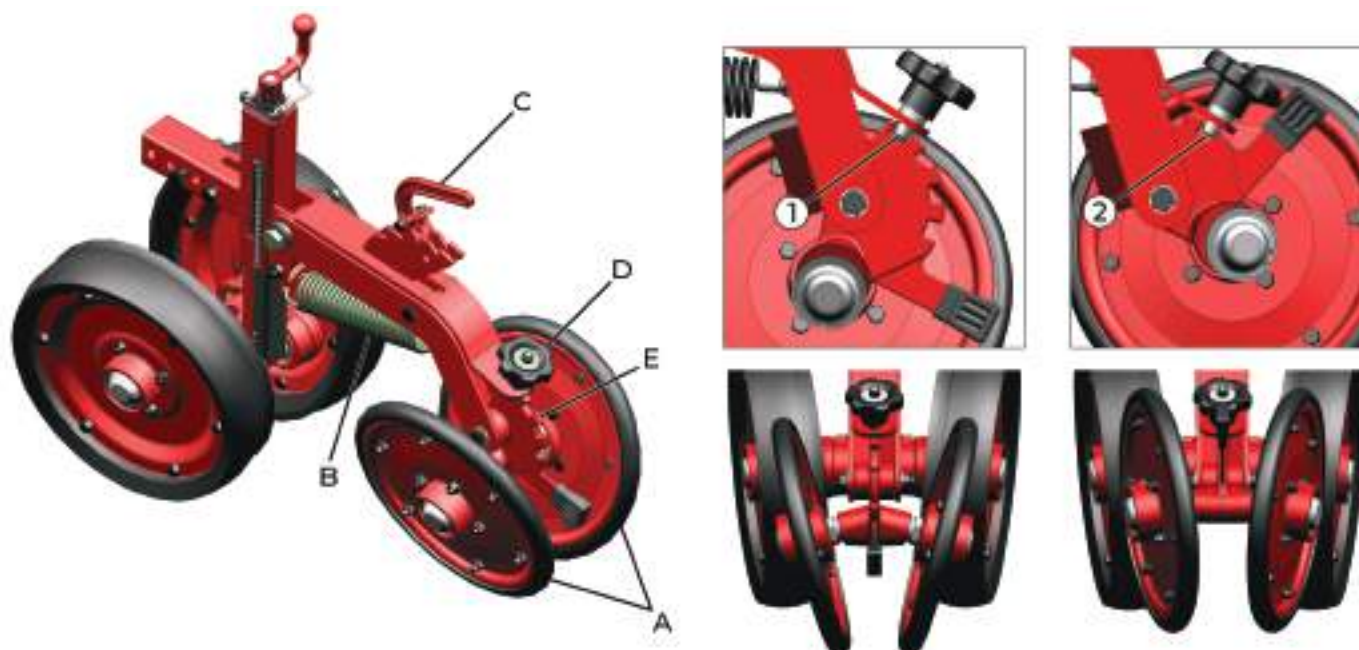

fig. 131
As bandas compactadoras em “V” (A) (fig. 131), realizam a pressão do solo lateralmente na semente e trabalham com várias opções de regulagens como pressão e ângulo de abertura das mesmas.
Certifique-se de que a alavanca (C) (fig. 131) e o regulador (E) estão na mesma posição em todas as linhas de plantio.